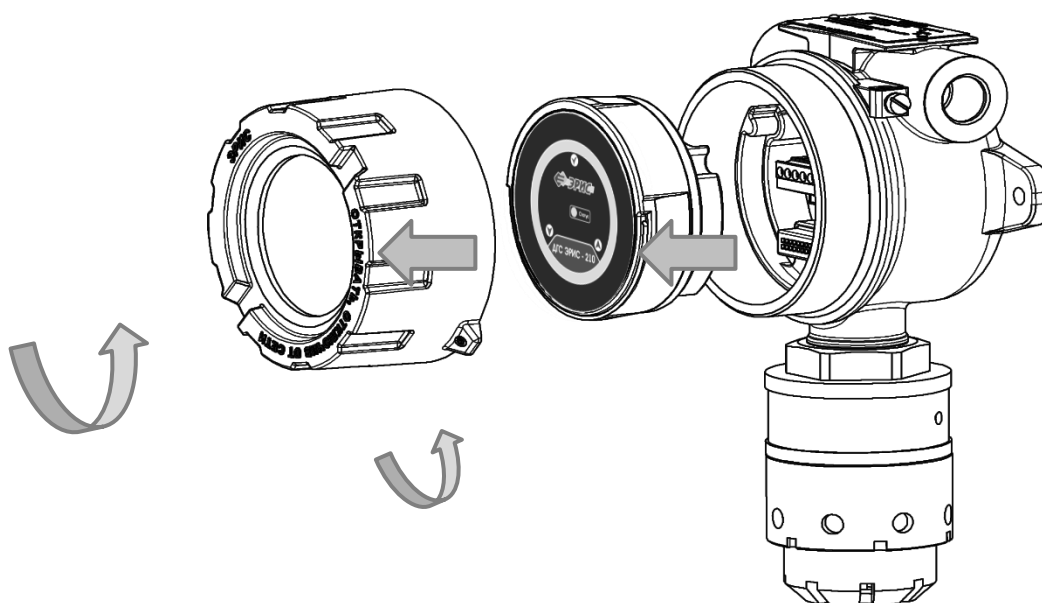

Рисунок 13 – Схема разбора ДГС ЭРИС-210
- а) Открутить стопорный винт в крышке газоанализатора (рисунок 13).